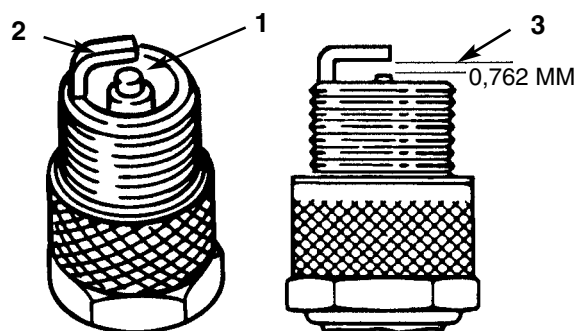

Fig. 25
1. Undersøk tennpluggens midtelektrode (fig. 25). Hvis du kan se noe lysebrunt eller grått på isolatoren, virker motoren som den skal. Et sort belegg på isolatoren betyr normalt at luftrenseren er skitten.
- Undersøk elektrodeavstanden (fig. 25). Bøy sideelektroden (fig. 25) til avstanden blir riktig.